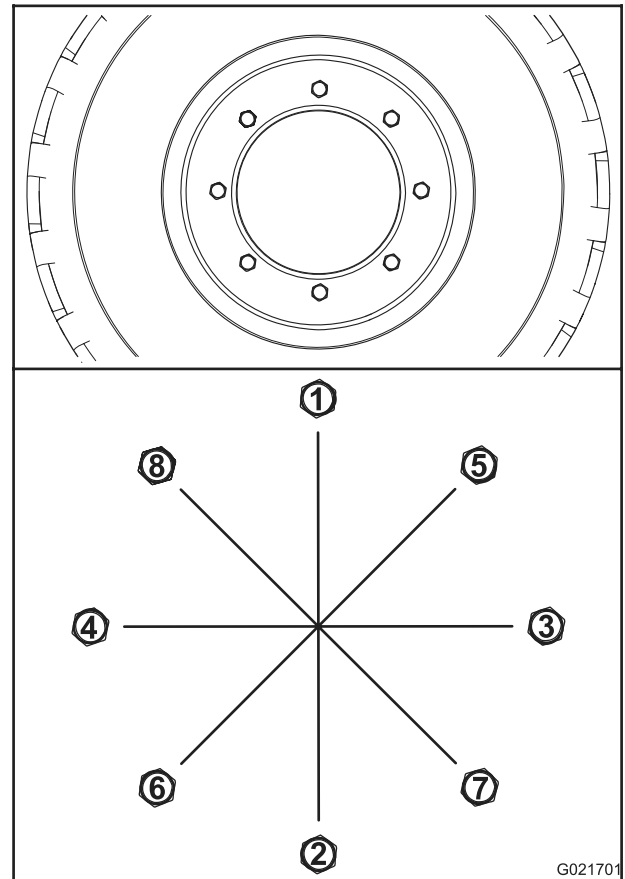

Bild 63
- A. Ziehen Sie alle Radmutter in der in Bild 63 abgebildeten Reihenfolge auf 100 N-m an.
- B. Ziehen Sie alle Muttern in der in Bild 63 abgebildeten Reihenfolge auf 200 N-m an.
- C. Ziehen Sie alle Muttern in der in Bild 63 abgebildeten Reihenfolge auf 300 N-m an.